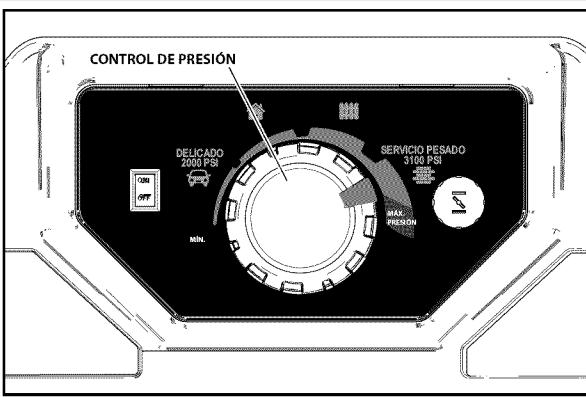

Figura 5-3. Selector de potencia
- Gire la perilla de control de presión a la posición mostrada en la etiqueta "Arranque"(Ítem núm. 2) (Figura 5-3).